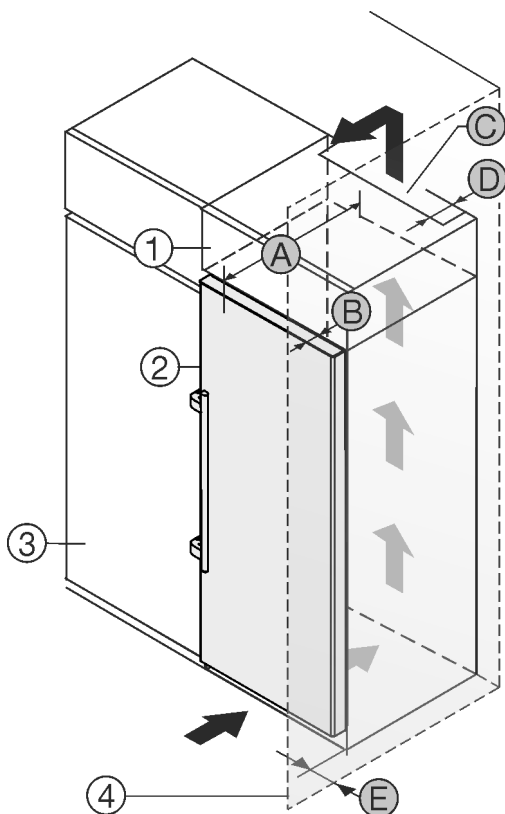

Fig. 2
Můžete přístroj nainstalovat přímo vedle kuchyňské skříňky Fig. 2 (3).*
Na zadní straně nástavné skříňky musí být větrací šachta hluboká Fig. 2 (D) přes celou šířku nástavné skříňky.*
Pod stropem místnosti musí být dodržen ventilační průřez Fig. 2 (C).*
Když přístroj instalujete závěsy vedle stěny Fig. 2 (4), musí být vzdálenost mezi přístrojem a stěnou minimálně 57 mm . To odpovídá přesahu madla při otevřených dveřích.*
Aby bylo možné dvířka plně otevřít, musí přístroj přesahovat o hloubku dvířek Fig. 2 (B) vůči přední linii kuchyňské skříňky. V závislosti na hloubce kuchyňských skříňek Fig. 2 (3) a použití vymezovačů odstupů od stěny může přístroj vyčnívat dále.*